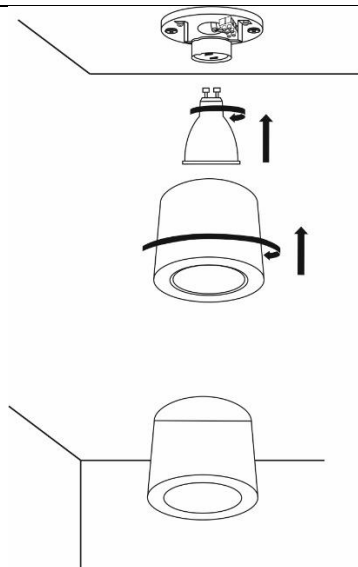

Rys.2/Fig. 2/Abb. 2
2. Odkręć podstawę oprawy (Rys.2).
2. Remove the lamp base (Fig.2).
2. Schrauben Sie den Leuchtenboden ab (Abb.2).